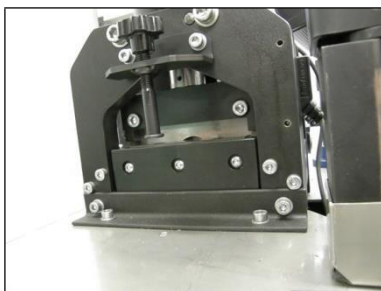

Abb. 45
- Drücken Sie die Taste Q4 und warten Sie, bis das bewegliche Messer in der unteren Position anhält (Abb. 45).